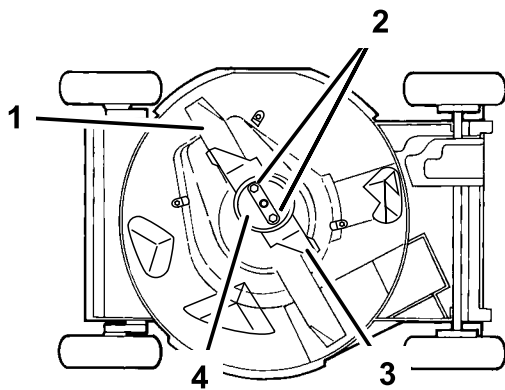

Figura 32
4. Vuelque el cortacésped hacia su lado **derecho** (Figura 32).
Sujete el extremo de la cuchilla usando un paño o un guante grueso. Retire las tuercas de la cuchilla, el protector de césped, el acelerador y la cuchilla (Figura 32).
5. Retire las 2 tuercas de la cuchilla, el protector de césped, el acelerador y la cuchilla (Figura 32).